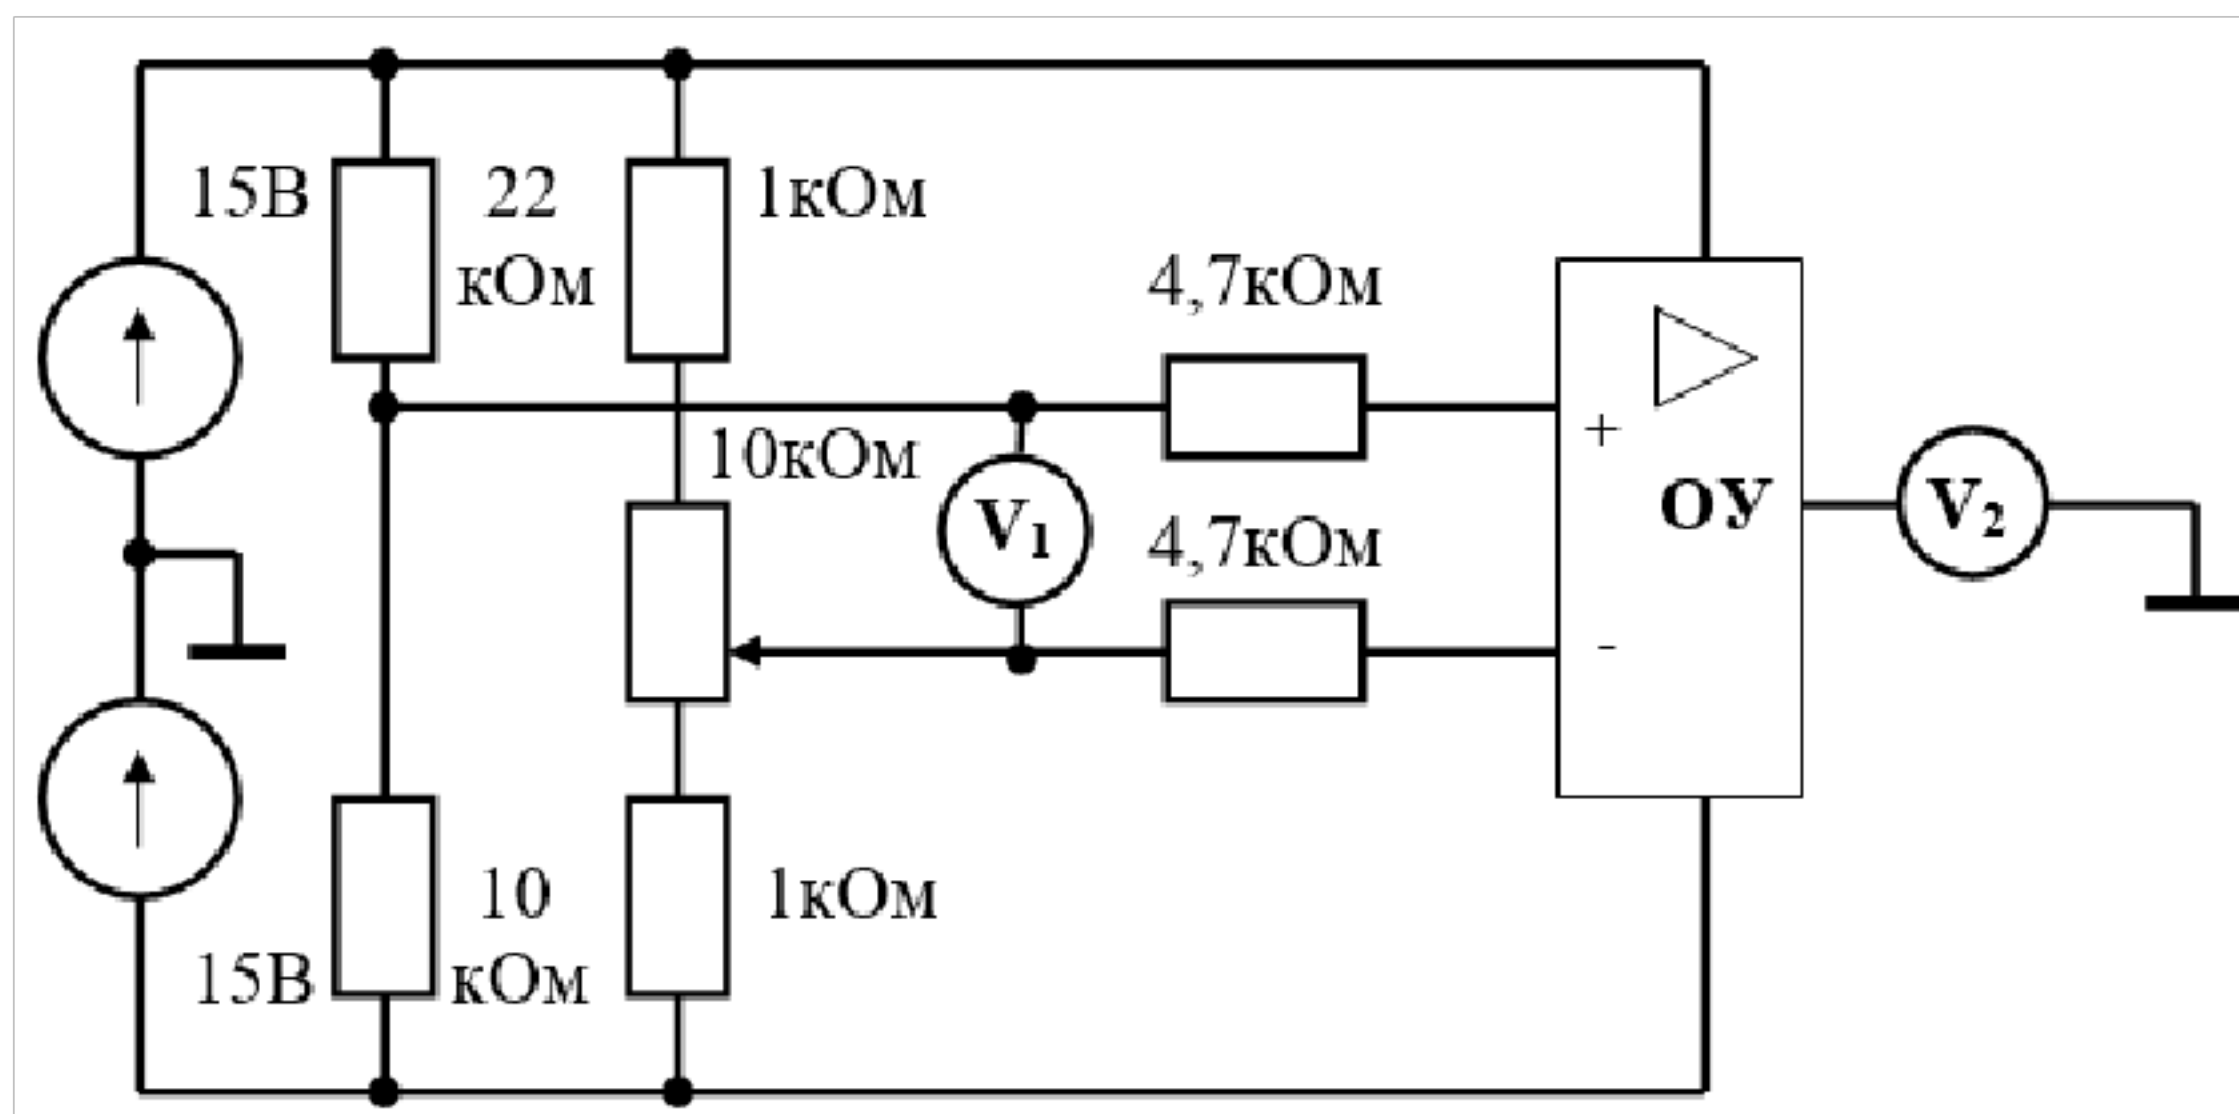

Рисунок 10.1 – Схема компаратора
используя схему компаратора напряжения и тока, в усилителях переменного тока для существенного снижения нелинейных искажений и в ряде других случаев. Схема компаратора представлена на рис.10.1.
2. Собрать схему компаратора (рис. 10.1). Подать напряжение питания, изменением положения рукоятки потенциометра установить нулевое напряжение между входами ОУ. Подавая незначительное напряжение между входами ОУ перемещением рукоятки потенциометра, убедиться, что при изменении его знака напряжение на выходе усилителя тоже меняет знак, принимая при этом максимально возможные значения, близкие к напряжению питания.